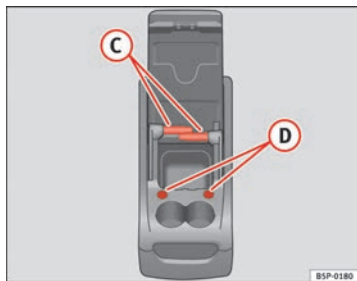

Fig. 115 Portaobjetos móvil. Funciones
Para utilizar la mesa (C) ⇒ fig. 115, se ha de extraer de su alojamiento en el lateral del portaobjetos móvil y colocarla en su alojamiento (D) ⇒ fig. 115 en la parte frontal del portaobjetos móvil.